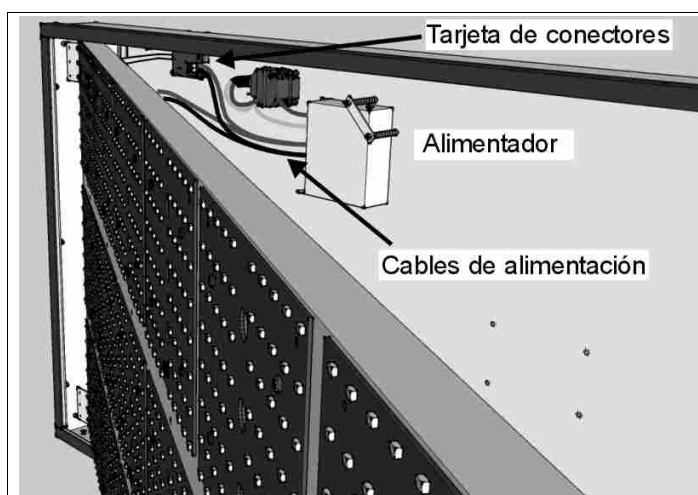

Fig. 16: Cambio de la tarjeta de conectores
2. Localice la tarjeta de conectores (Fig. 16) y quite todas las conexiones anotando su posición.